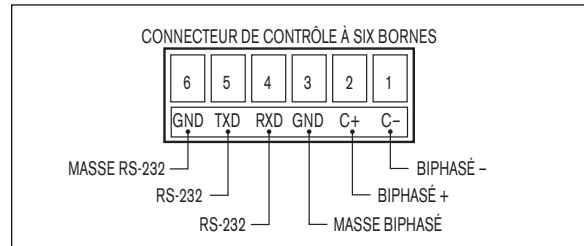

Figure 3 Contrôle amont
1. Débranchez le connecteur de CONTRÔLE à six bornes (figure 3) du module AutoTracker.